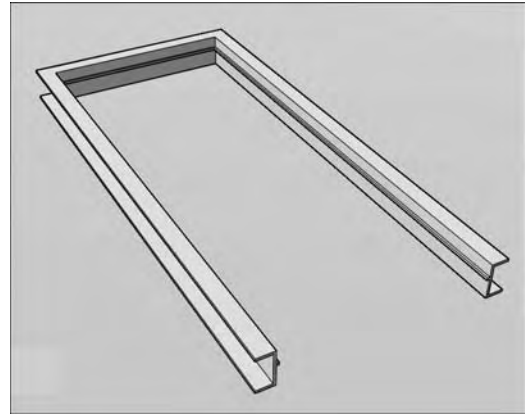

Fig.4.12
- 8 Sélectionnez la trajectoire en pointant le côté droit du contour de la porte. Le chambranle en 3D est à présent créé (fig.4.12).